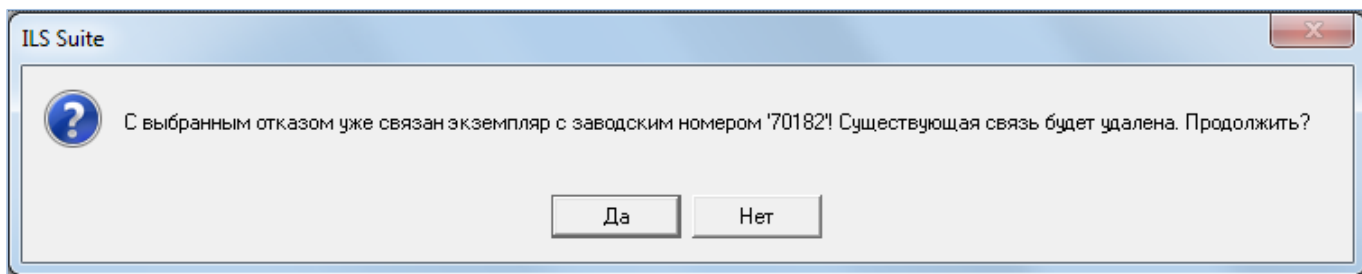

Рис. 26-15 – Диалоговое окно
5) Отображается диалоговое окно для подтверждения удаления существующей связи неисправности и экземпляра (рис. 26-15). Нажать кнопку «Да» для создания новой связи.